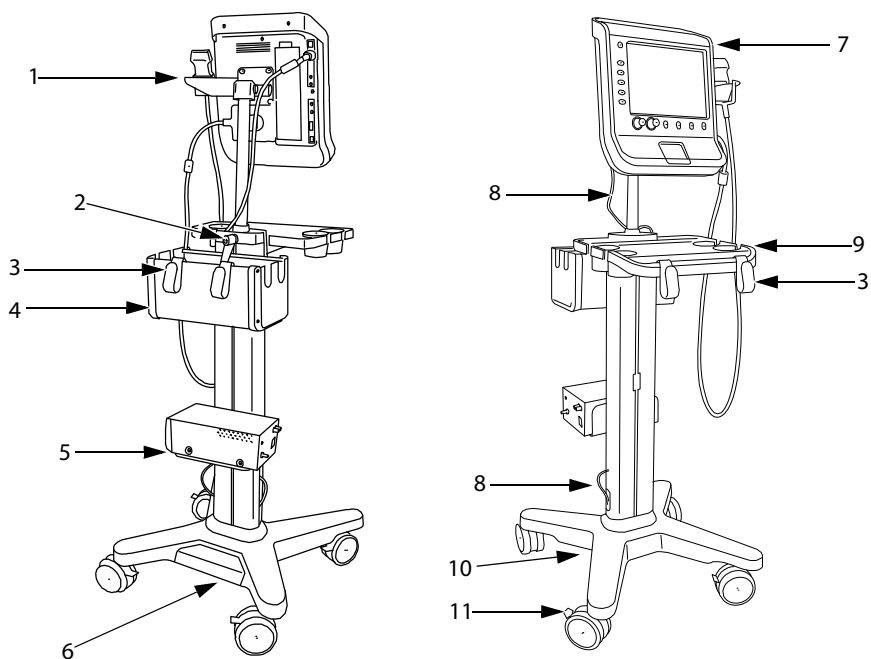

Figure 1 Station V-Universal : Vues arrière et avant (représentées avec l'échographe S Series et l'imprimante, le panier et le plateau facultatifs)
- ❖ Connecter les cordons suivants. Voir Figure 1, page 3.
- Cordon d'alimentation c.c. (A)
- Cordon d'alimentation secteur de l'échographe (K)